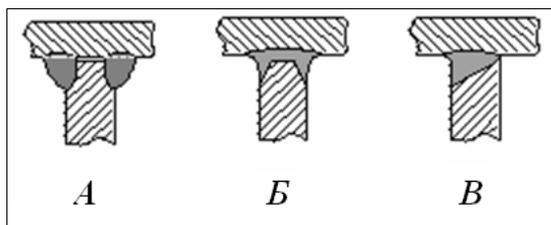

Рис. 5.3
- ◆ *тавровыми*, когда соединяемые элементы перпендикулярны или, что довольно редко, наклонны (рис. 5.3). Тавровые соединения могут быть выполнены угловым швом (рис. 5.3, А) с одной стороны либо с обеих сторон; стыковым швом (рис. 5.3, Б, В);